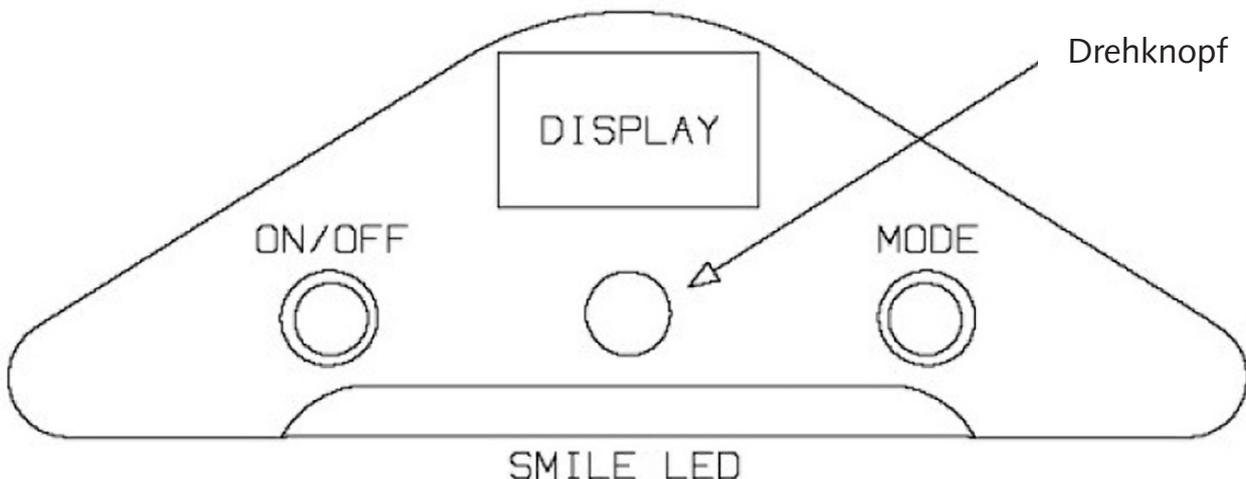

Abb. 6
7.1 Beschreibung des Bedienelements (Abb. 6)